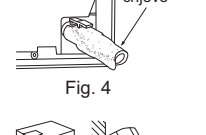

Fig. 4
- Umetnite odvodno crijevo do kraja u odvodnu posudu na stražnjem desnom dijelu unutarnje jedinice. (Fig. 4)
- Umetnite odvodno crijevo u zidnu čahuru (C) i pričvrstite gornji dio unutarnje jedinice na ploču za ugradnju (1). Zatim pomaknite unutarnju jedinicu sasvim lijevo kako biste olakšali postavljanje cijevi u stražnji prostor jedinice.